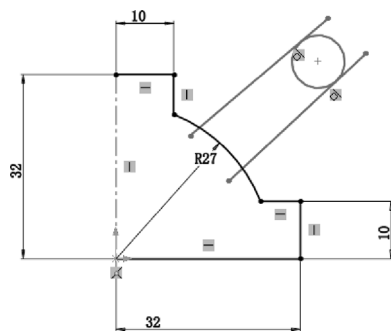

图 2-9 绘制圆和直线段
**05** 添加几何关系。按住〈Ctrl〉键选择其中一条线段和圆, 几何关系添加为相切, 两线段均与圆相切, 如图 2-9 所示。